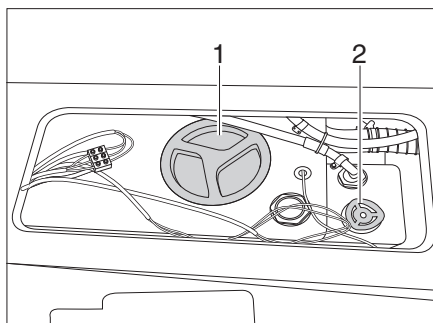
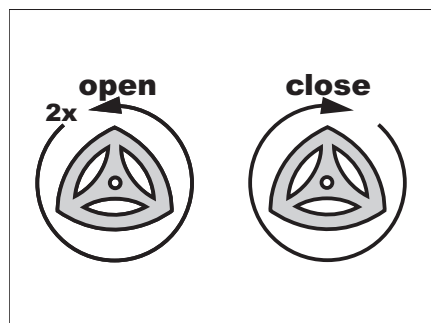
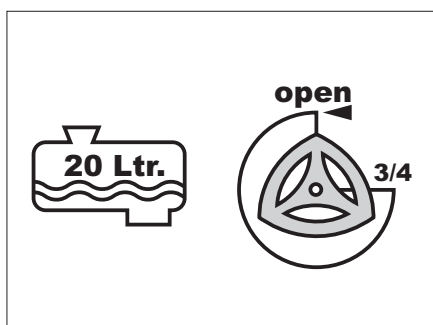

Bild 95 Wassertank
Bild 96 Wassertank füllen - ablassen
Bild 97 20 l-Maximal-Befüllung
- Stellrad (Bild 95, 2) im Uhrzeigersinn bis zum Anschlag drehen. Die Ablassöffnung im Wassertank geschlossen.
- Verschlussdeckel (Bild 95, 1) wieder auf den Wassertank schrauben.
- Stellrad (Bild 95, 2) 2 Umdrehungen gegen den Uhrzeigersinn drehen (siehe auch Bild 96). Die Ablassöffnung im Wassertank wird geöffnet und das Wasser wird abgelassen.
- Stellrad (Bild 95, 2) eine  $\frac{3}{4}$ -Umdrehung gegen den Uhrzeigersinn drehen. Das Frischwasser läuft bis auf 20 Liter ab (siehe auch Bild 97).
- Stellrad (Bild 95, 2) 2 Umdrehungen gegen den Uhrzeigersinn drehen.